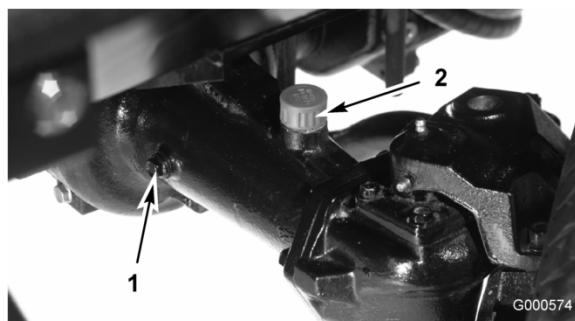

Figura 44
2. Togliete il tappo di controllo da un'estremità del ponte (Figura 44) e verificate che il lubrificante raggiunga la base del foro. Se il livello è basso, togliete il tappo di riempimento (Figura 44) e rabboccate con lubrificante finché non raggiunge la base dei fori dei tappi di controllo.